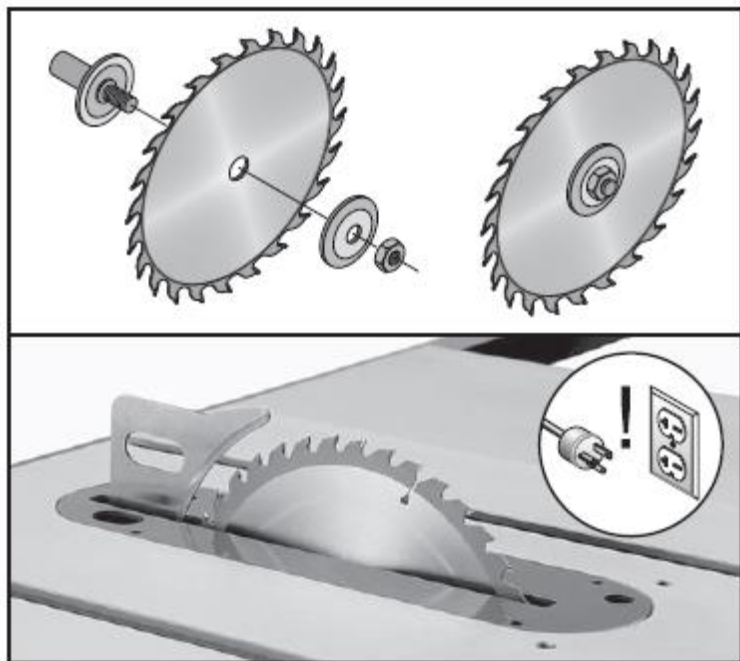

Рис. 33. Порядок установки дисковой пилы и зубья в правильном направлении
4. Надеть пилу на шпindelю зубьями, обращёнными к передней части станка, как показано на рис. 33.